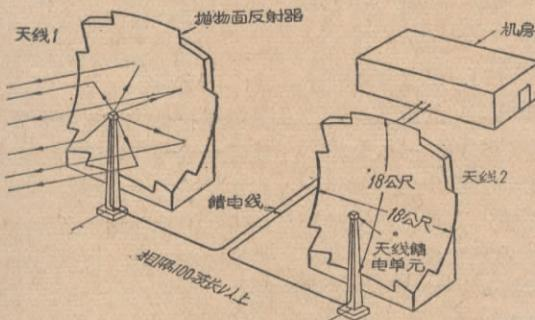
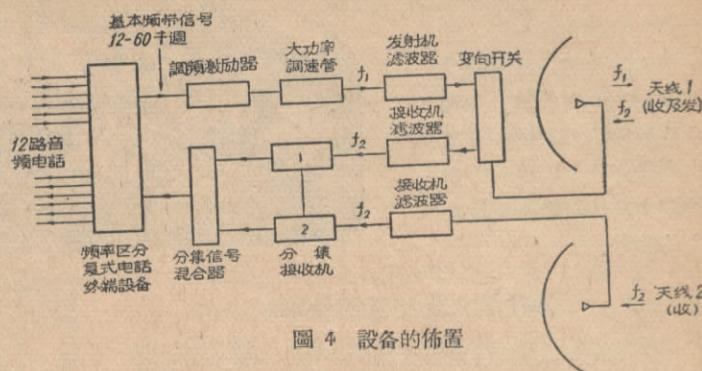

图3 天线的布置
图4 设备的布置
对于6至150条话路，隔150—400公里的散射传输，发射机的电力常用1—20千瓦，天线的直径常用的是3.6—18公尺。而在通常的微波无线电接力系统，只要几瓦的电力和直径3.6公尺的天线就够了。对于多到100条话路隔开650公里路程的情形，还正在考虑采用直径36公尺的大天线，和大到50千瓦的电力。这种天线通常带有抛物面反射器，馈电单元就放在它的焦点上。图3表示天线结构的一种实际形式。
由于天线的造价较高，一般设计是在有来回电路的线路上收、发公用一付天线，另加一个两用变向开关使它与发射机及接收机配合，如图4所示。在发射机的输出端装有高频滤波器，以免由发射机来的属于接收频带的噪声进入接收机内；在接收机的输入端也装有高频滤波器，以免发送的强信号进入接收机，使接收机过负荷。
许多对流层散射系统现在都采用对载波调频的方式。而且发射机的功率放大器是由一低功率的调频激励器来推动。激励器接受了一群按频率区分的复式电话电路信号，例如在12—60千周基本频带内的12路电话，这信号将如图4所示，对低功率的载波进行频率调制。但是，另一种单边带的调幅方式用在散射传输上可能比调频方式优越，特别是在经济使用频带、减低高压的电力消耗及与散射传播条件相适应等方面。
接收信号强度的迅速变化，采用分集式天线可以大为减低。相隔距离到100个波长的天线所收到的信号，很少同时发生衰落，因此把两付天线收到的信号合併或选择其中较强的信号，就可以使信号强度稳定。图3是实用分集式天线的典型布置，图4是分集式收发机和分集信号混合器的方框图。剩下的少量信号强度变化，可
10. 前级交流声的来源，往往都是由于灯丝的电源是交流电而引起的，所以有的前级放大器灯丝电源，采用蓄电池或硒整流器供电，也有利用强放管屏流通过前级输入管的灯丝作为灯丝电源的（图3）。这种方法的缺点，就是灯丝电压将随屏流而变动，最多适用于末级是甲类放大或甲乙类放大。其目的总是想减低交流声。
11. 前级放大器的第一级灯丝电压，往往采用原规定电压的百分之七十到百分之八十五，使阴极电流小于一毫安。TY250/1000型的前级放大器第一级就采用了这种方法，如图4所示。